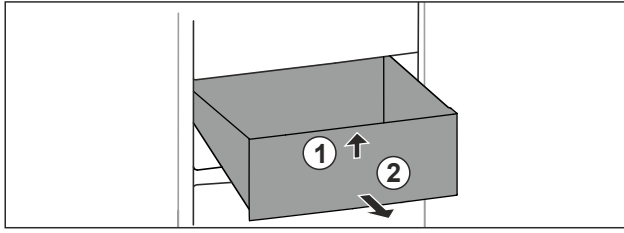

Fig. 69
- ▶ Lade aan de voorkant optillen. Fig. 69 (1)
- ▶ Lade naar voren toe verwijderen. Fig. 69 (2)